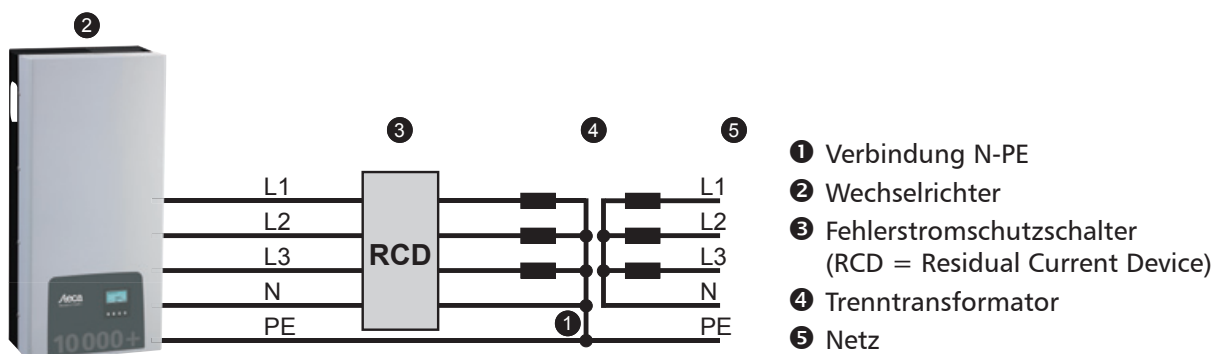

Abb. 8: Anschlussschema des Trenntransformators
- ▶ Wenn ein Trenntransformator erforderlich ist, dann muss dieser angeschlossen werden wie in Abb. 8 gezeigt.
- Bei dem in Abb. 8 gezeigten Anschlussschema sind Primär- und Sekundärseite des Trenntransformators nicht galvanisch getrennt!
- Fehlt die Verbindung ❶, funktioniert die Isolationsüberwachung des Wechselrichters nicht korrekt.